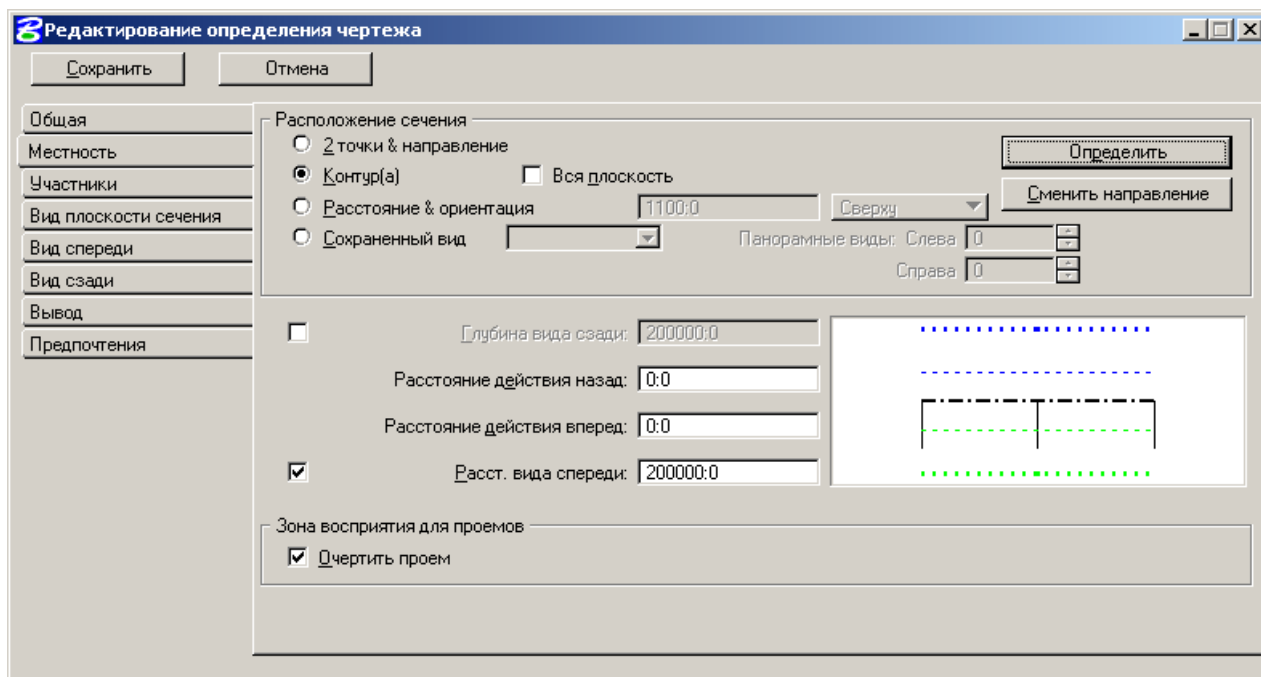

Рисунок 32
- В закладке *Местность* (Рисунок 32):